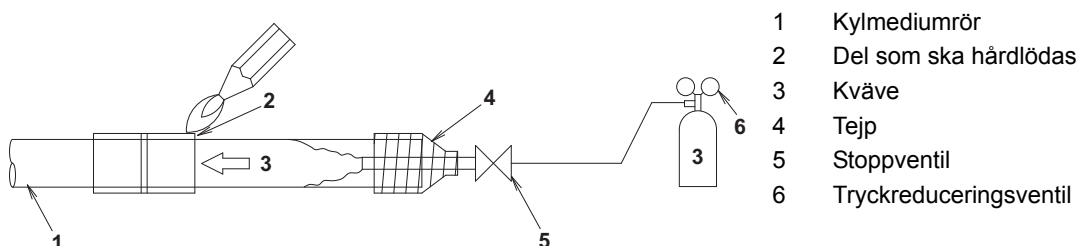

Bild 24
- Innan du hårdlöder kylmediumrören ska du spola rören med kväve och ersätta luften med kväve (anm. 1). **(Se bild 24)** Utför sedan hårdlödningen (ANM. 2).